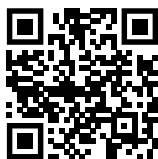

Fig. 95
- Öffnen sie das Liebherr SmartMonitoring Dashboard. (siehe Fig. 95)